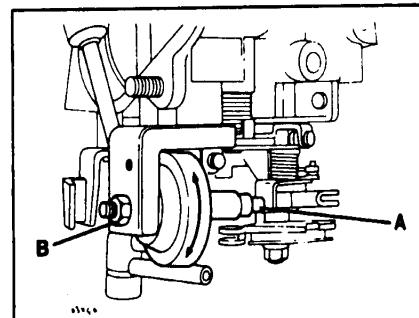

Рис. 14 Регулировка замедлителя
- Полностью откройте дроссельную заслонку и медленно втолкните тягу в замедлитель (рис. 14, А).
- При необходимости отрегулируйте положение замедлителя: ослабьте контргайку В (рис. 14) и поверните замедлитель до нужного положения.